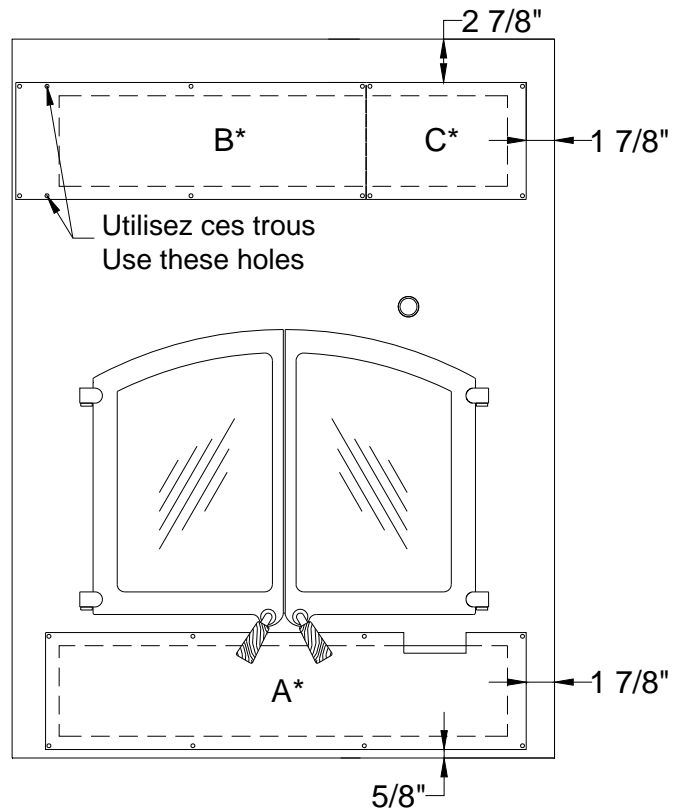

Figure 2 Installation des plaques d'obstruction sur
10. Vous devez séparer la plaque double sans découpe "B-C" en deux parties (voir Figure 2). Pliez simplement la plaque dans une direction puis dans l'autre quelques fois et elle se séparera. Assurez-vous d'installer la petite plaque "C" sur la droite de l'ouverture tel qu'il est montré à la Figure 2 car celle-ci permet un accès au contrôle d'air derrière l'ouverture de la persienne. Assurez-vous d'installer la plaque "A" tel qu'il est montré à la Figure 2. Si vous prévoyez installer la trousse de retenue de façade (FO-KP3), n'installez aucune de ces plaques car la trousse de retenue de façade contient ses propres plaques intégrées pour le recouvrement des ouvertures de persiennes.
11. En utilisant les vis auto-taraudeuses fournies, installez les plaques requises selon la Figure 2 **Erreur ! Source du renvoi introuvable.**